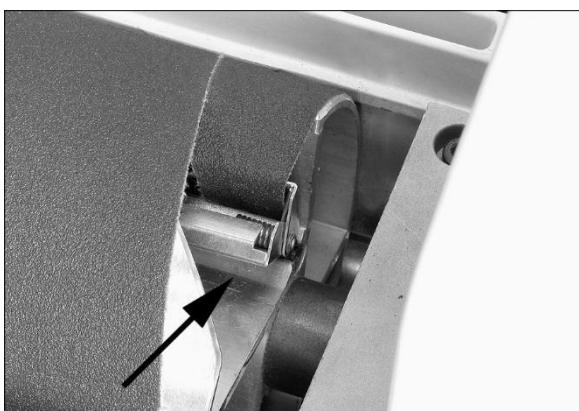

Abb. 6-9
4. Den inneren Aufwickelhebel (Abb. 6-9) drücken um das hintere Bandende so weit wie möglich einführen. Falls nötig das abgeschrägte Ende des Schleifbands abschneiden.